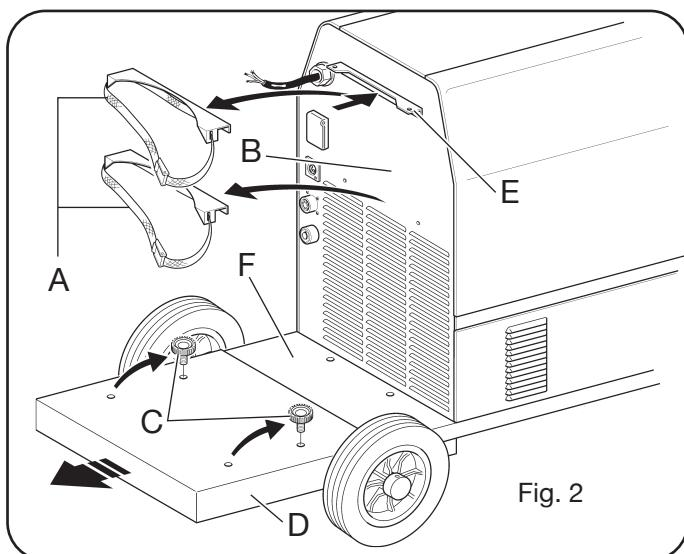

Fig. 2
**D**, montar o suporte **E** do grupo de arrefecimento no painel posterior **B** e apertar novamente o suporte garrafa móvel **D** através dos 2 punhos **C** no fundo **F** da máquina de soldadura. (Veja fig. 2).